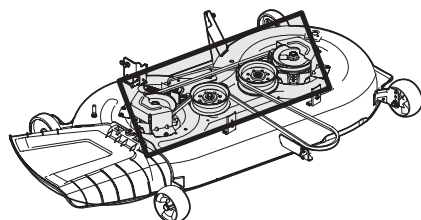

Figure 31
- Nettoyez la partie supérieure du plateau de coupe, la partie sous le couvercle des fusées et la partie autour des courroies (Figure 31).